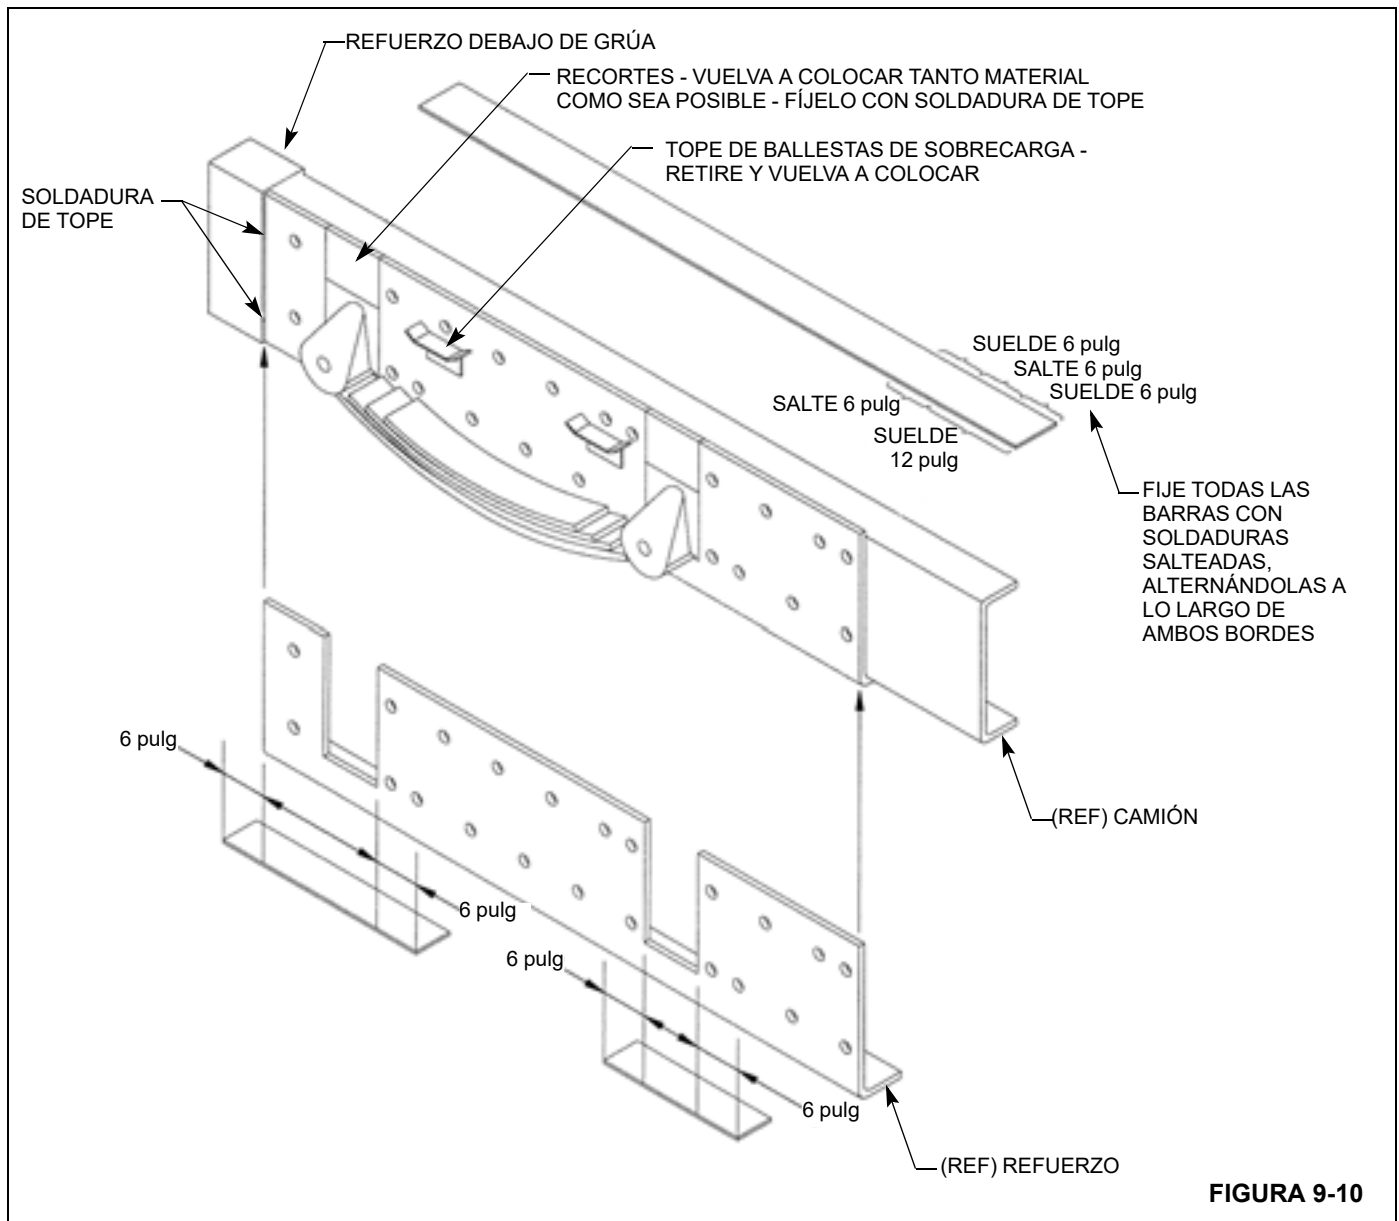

FIGURA 9-10
6. Si el chasis hasta la suspensión trasera no satisface los requisitos mínimos de RBM y módulo de sección mostrados en *Resistencia de chasis del camión*, página 9-10, se lo puede reforzar añadiendo un refuerzo tipo ángulo como se muestra en la Figura 9-10.